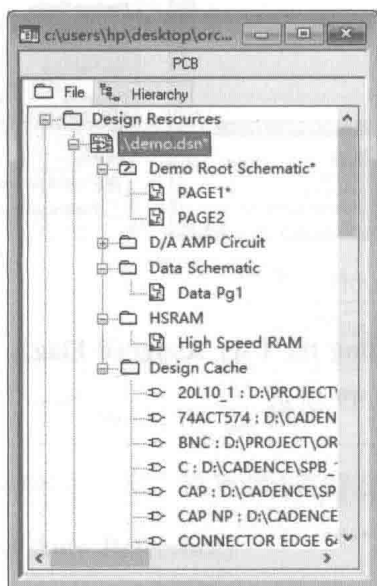

图 1.3.12 选中 demo. dsn
- (1) 启动 OrCAD Capture, 打开 demo. dsn。
- (2) 在 Project Manager 中单击 demo. dsn (表明后面选择的对象是整个 Design), 如图 1.3.12 所示。